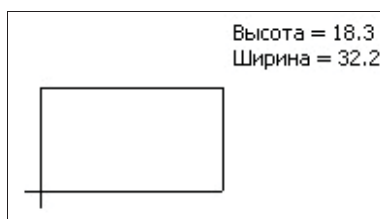

Рис. 6.3. Построение прямоугольника по двум точкам
- ◆ если известно положение его вершины (точка **т2**), то задайте ее, щелкнув ЛК мыши, а высоту и ширину прямоугольника система определит автоматически. Прямоугольник построен (рис. 6.3);